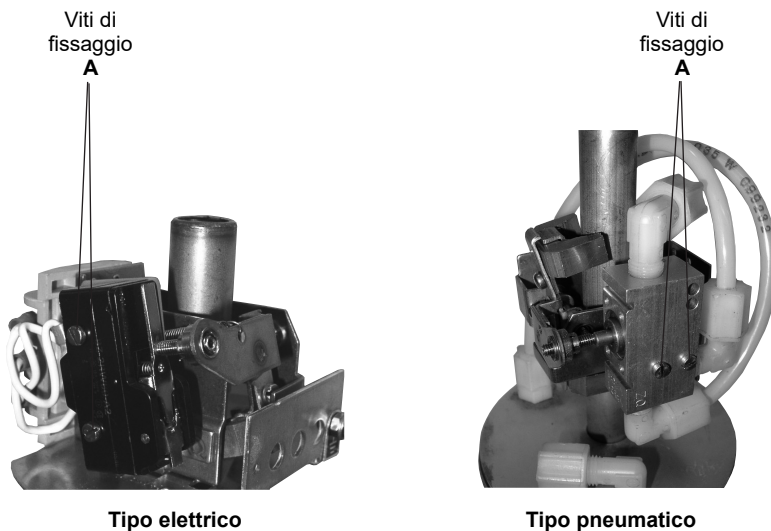

Fig. 6 - Meccanismo interruttore elettrico e pneumatico
Per spostare il meccanismo si deve allentare la vite di fissaggio (Fig. 6) in modo da permettere all'interruttore di scorrere liberamente lungo il pozzetto amagnetico, fissare quindi il meccanismo nella nuova posizione; per il meccanismo inferiore occorre anche togliere la vite di blocco alla piastra.
- 2 - Allentare le 2 viti di fissaggio "A" del meccanismo al pozzetto (vedi Fig. 6 tipo elettrico) e sfilare il meccanismo interruttore dal pozzetto amagnetico.
- 2 - Allentare le 2 viti di fissaggio "A" del meccanismo al pozzetto (vedi Fig. 6 tipo pneumatico) e sfilare il meccanismo interruttore dal pozzetto amagnetico.